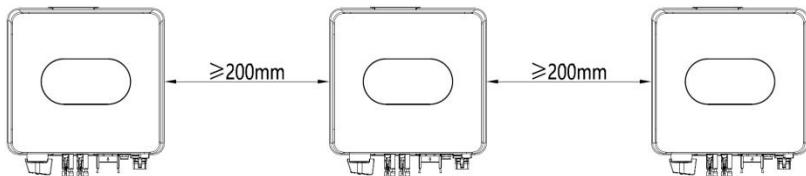

图 4.5 并排安装尺寸要求
(4) 安装表面应垂直于水平线，如图 4.5 所示。请将逆变器竖直或后仰≤15°安装，以利于机器散热。不可将逆变器前倾、水平、倒置、后仰过大以及侧倾安装。